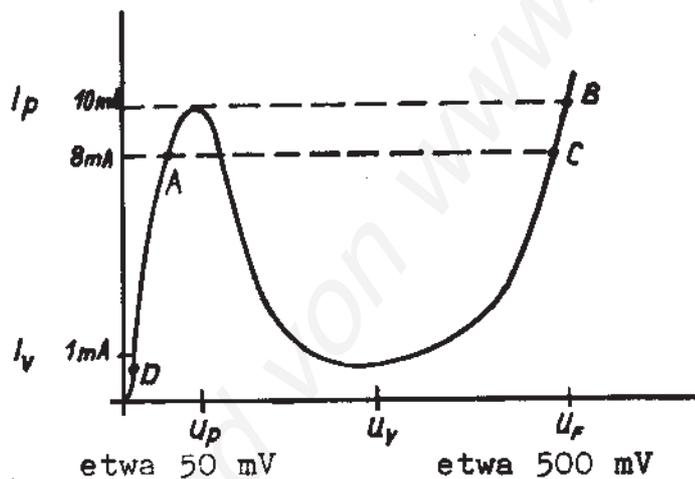

Bild 1 Kennlinie einer Tunneldiode
Bild 1 zeigt die grundsätzliche Kennlinie einer solchen Diode mit 10 mA Höckerstrom, wie sie als Gr 112 verwendet wird.
abgesenkt wird. Dann springt der Arbeitspunkt auf den ersten ansteigenden Ast - Punkt D - zurück, um sich nach erneutem Zuschalten des Grundstromes wieder auf den Ruhepunkt A einzustellen. Bei diesem Zyklus entsteht über der Tunnelodiode, wie Bild 1 erkennen läßt, ein Rechteckimpuls von etwa 450 mV Amplitude. Die geschilderten Zusammenhänge können analog auf die vorliegende Schaltung übertragen werden. Zur besseren Übersicht ist in Bild 6 (siehe V. Bildteil) eine vereinfachte Schaltung dargestellt.
Im Ruhezustand (Normalkipp, kein Triggersignal) befindet sich die Tor-Tunnelodiode Gr 112 in einem dem Punkt A in Bild 1 entsprechenden Arbeitspunkt. Der dazu erforderliche Ruhestrom wird als Kollektorstrom des Ts 109 (Schmitt-Trigger) über R 146 durch Gr 112 gezogen. Tritt jetzt am Ü 101 ein Triggerimpuls auf, so fließt über R 127 ein zusätzlicher Strom (etwa 2 mA) durch die Tunnelodiode. Diese springt nach Punkt B, und es entsteht die negative Vorderflanke des am Meßpunkt ③ eingezeichneten Impulses. Die Tunnelodiode verharrt in dieser Stellung - das Tor ist geschlossen -; weitere Triggerimpulse können keine Auslösung mehr bewirken.
Basisteiler R 154/R 156 des Schmitt-Trigger-Transistors Ts 110. Erreicht nun die ansteigende Sägezahnspannung das Basispotential von Ts 110, öffnet Gr 118 und damit der bis dahin gesperrte Ts 110. Durch die innere Rückkopplung des Schmitt-Triggers bewirkt eine Öffnung des Ts 110 eine Sperrung des Ts 109. Damit wird jedoch der Ruhestrom der Tunneldiode Gr 112 abgeschaltet, d.h., der Diodenstrom sinkt unter J_v (Bild 1; Seite 9), und der Arbeitspunkt springt von Punkt C nach D. Dadurch wird die Rückflanke des Torimpulses erzeugt, die den Sägezahngenerator abschaltet und somit auch die Rückflanke des Sägezahnes bewirkt. Eine Sägezahnperiode ist abgeschlossen. Nach Abklingen der Sägezahnrückflanke schließt Gr 118, der Schmitt-Trigger könnte in Ruhestellung zurückklappen und Gr 112 für die nächste Triggerung vorbereiten. Durch eine zweite Rückführung - die Aufhalteschaltung - wird dieser Funktionsablauf jedoch verhindert.